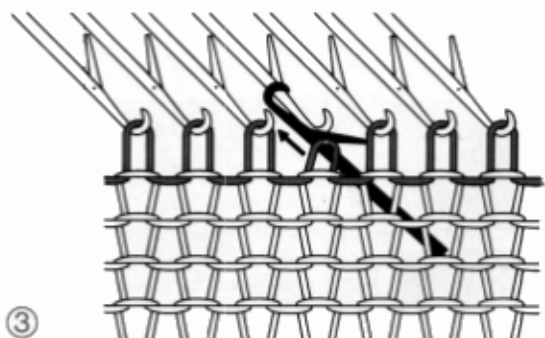

Fig. 220
- Pousser à nouveau le remailleur vers l'avant, de sorte que cette nouvelle maille glisse derrière le clapet et que le fil transversal soit dans le crochet. Tirer le remailleur vers l'arrière et ainsi de suite jusqu'en haut du tricot (fig. 220),